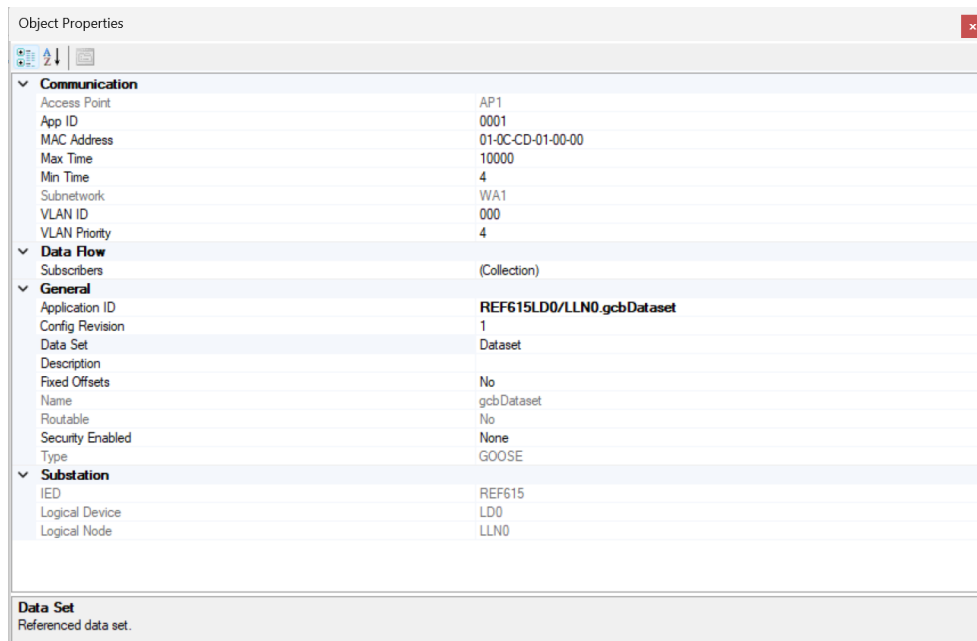

Imagen 381_Propiedades de la comunicación Sampled Values Controls.
5.2.37 Posteriormente, seleccionamos Sampled Values Controls y abrimos la ventana de “Object Properties” donde vamos a observar que los valores de ID de aplicación, dirección MAC, ID de VLAN e ID de valor de muestra sean correctos como se observa en la **Imagen 381**, si es así se vuelve a guardar el proyecto.